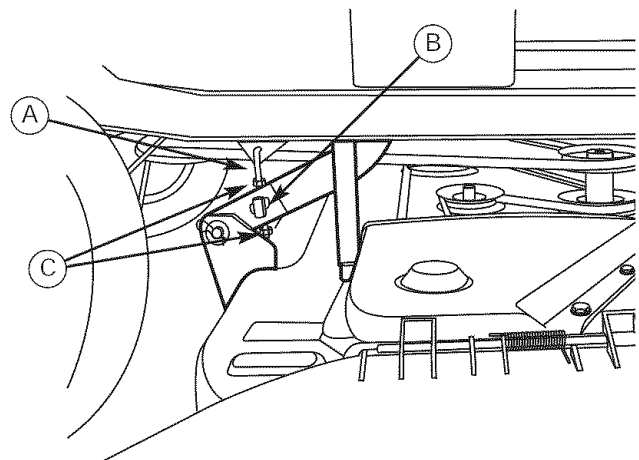

Figura 41. Ajuste de un Lado a Otro
6. Vea la Figura 41. El nivelado de un lado a otro se logra usando las varillas roscadas (A) y el muñón (B) en la parte posterior derecha e izquierda de la cubierta de la sesgadora. Afloje las contratuercas (C) y ajústelas hacia arriba o hacia abajo para ajustar el nivel de la sesgadora. Cuando termine, apriete las contratuercas unas con otras para sujetar el ajuste en su lugar.